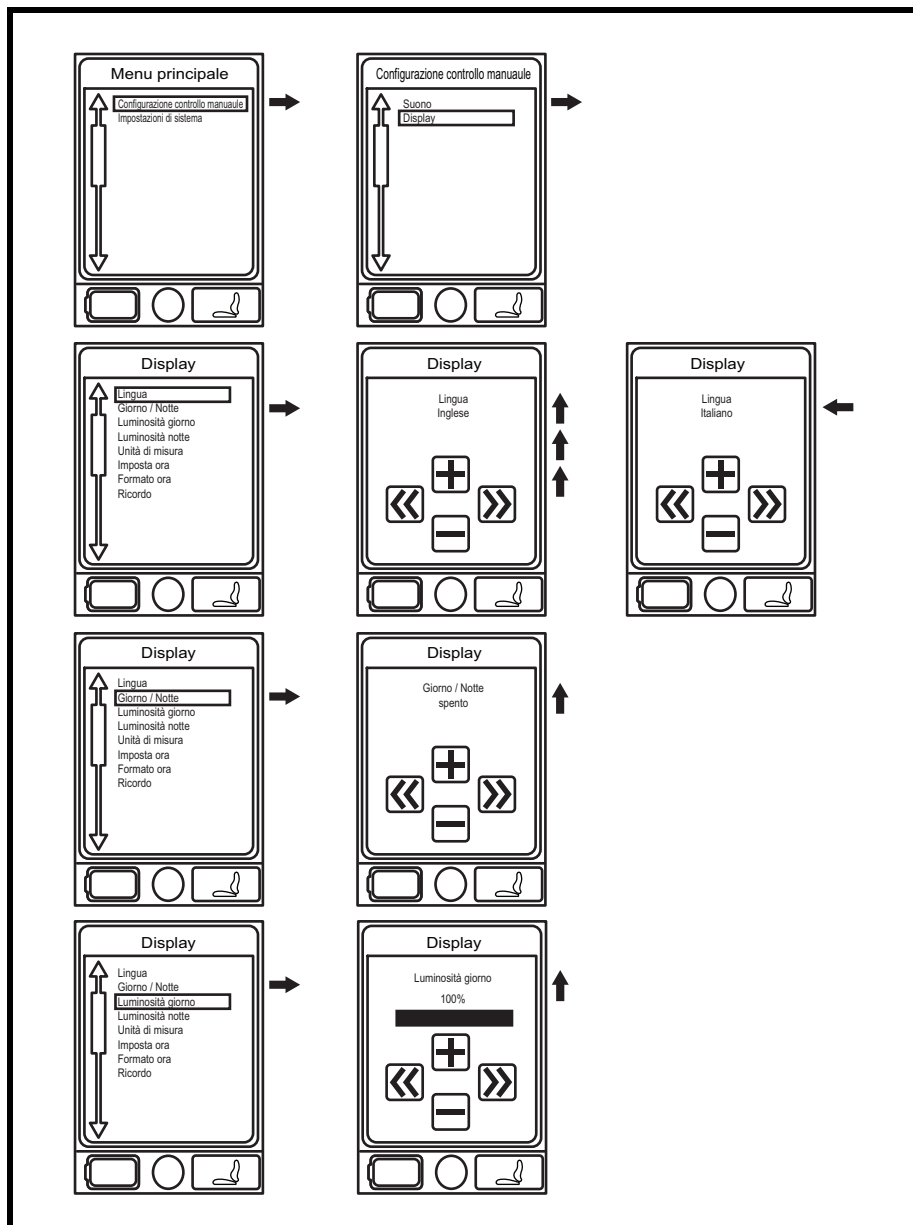

Figura 2A. Selezione attuatore
2. Premere il pulsante Menu per accedere alla schermata del menu principale. **Vedere figura 2A.**
3. Usare il joystick per evidenziare l'opzione di impostazione del telecomando, quindi spingere il joystick verso destra per selezionare quella funzione. **Vedere figura 2A.**
6. Spingere il joystick verso l'alto fino alla visualizzazione della lingua desiderata. **Vedere figura 2A.**